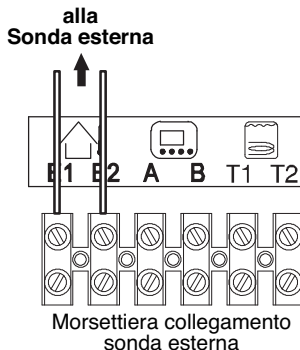

Figura 5.30
- Collegare ai morsetti (E1) e (E2) della morsetti i due conduttori elettrici come indicato in Figura 5.30.